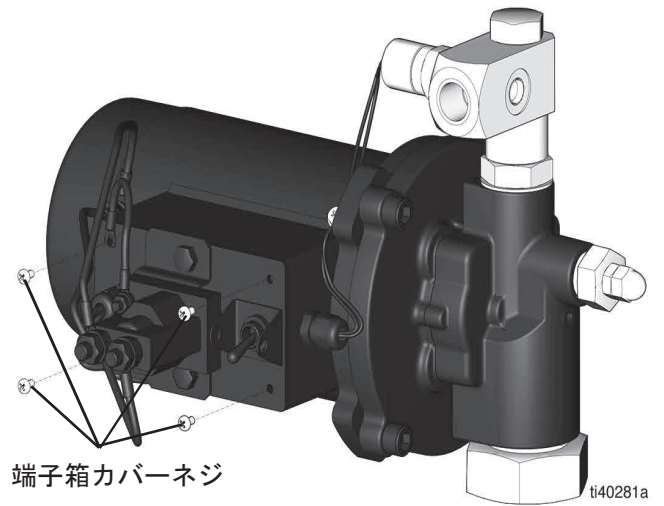

図 18
5. 端子箱カバーのネジ 4 本を取り外します (図 18)。